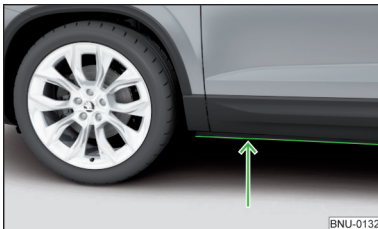

Abb. 255
- › Daher vor einer Wasserdurchfahrt die Wassertiefe feststellen. Der Wasserstand darf maximal an die Unterkante des Unterholms reichen » Abb. 255.